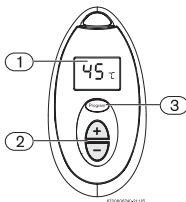

Fig. 9 Enregistrement de la température d'eau
- ▶ Appuyer sur les boutons  ou  se trouvant sur la télécommande (Fig. 9, pos. 2) jusqu'à l'apparition de la température souhaitée (en degrés Celsius) sur l'afficheur (Fig. 9, pos.1).
le bouton « Program » (Programme) se trouvant sur la télécommande (Fig. 9, pos. 3) pendant 3 secondes.